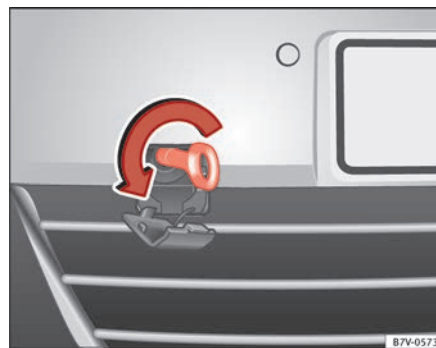

Fig. 218 Na parte direita do pára-choques dianteiro: enroscar a argola de reboque.
O alojamento para a argola de reboque enroscável encontra-se na parte direita do pára-choques dianteiro ⇒ Fig. 218.
- Enrosque a argola de reboque no seu alojamento **no sentido contrário aos ponteiros do relógio** tanto quanto possível ⇒ Fig. 218 ⇒ ①. Utilize um objecto adequado para enroscar firmemente a argola de reboque no seu alojamento.